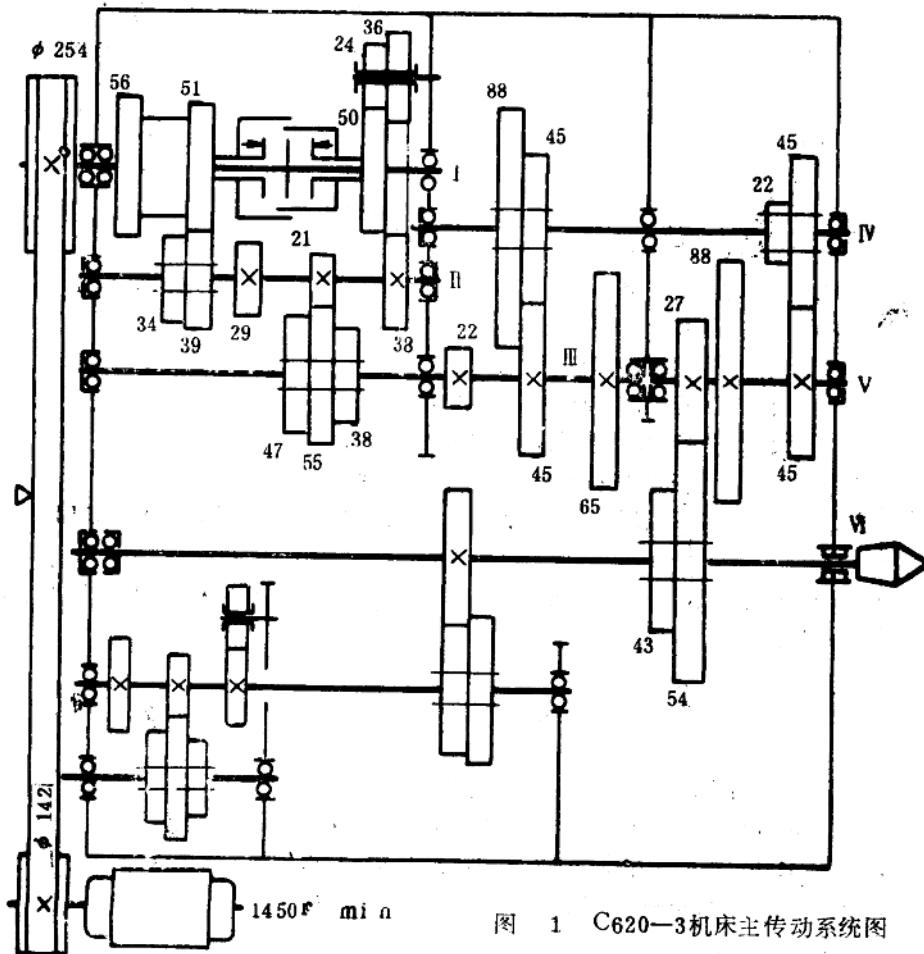

图 1 C620-3机床主传动系统图
13. 写出C620—1机床主运动传动链的传动路线表达式，求出其最高、最低转速、主轴转速级数，分析主运动传动链的特点（教科书 I 图1—38）。
14. 写出C620—3机床主运动传动链的传动路线表达式，求出其最高、最低转速、主轴转速级数，分析主运动传动链的特点（图1）。
(1) 保证合理的切削速度。
(2) 满足内传动链的要求。
(3) 传动误差小。
(4) 同时兼顾四种螺纹。
49. 比较C620—1机床和CA6140机床的走刀箱内的基本组变速机构，分析其各自的优缺点（教科书Ⅰ图1—38、图1—3）。
56. 画出CA6140机床操纵摩擦离合器机构中的滑套（12）和元宝销（6）的传动关系示意图，并分析其为什么能够自锁（教科书Ⅰ图1—7）？